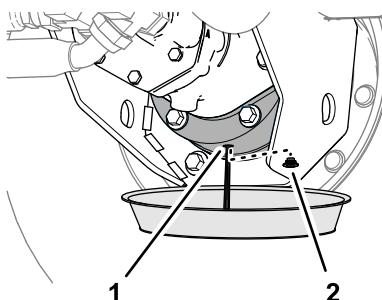

Bild 88
6. Stellen Sie eine Auffangwanne unter das Bremsgehäuse, entfernen Sie die Ablassschraube und lassen Sie das Öl vollständig ablaufen (Bild 88).